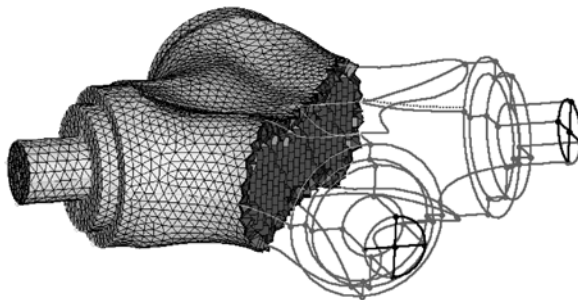

图 5-196 隐藏一半的模型
(8) 按 <F5> 键打开 Mask 面板。按 <Shift> 键, 选择隐藏一半的模型。模型的内部结构将被清晰的显示, 如图 5-196 所示。